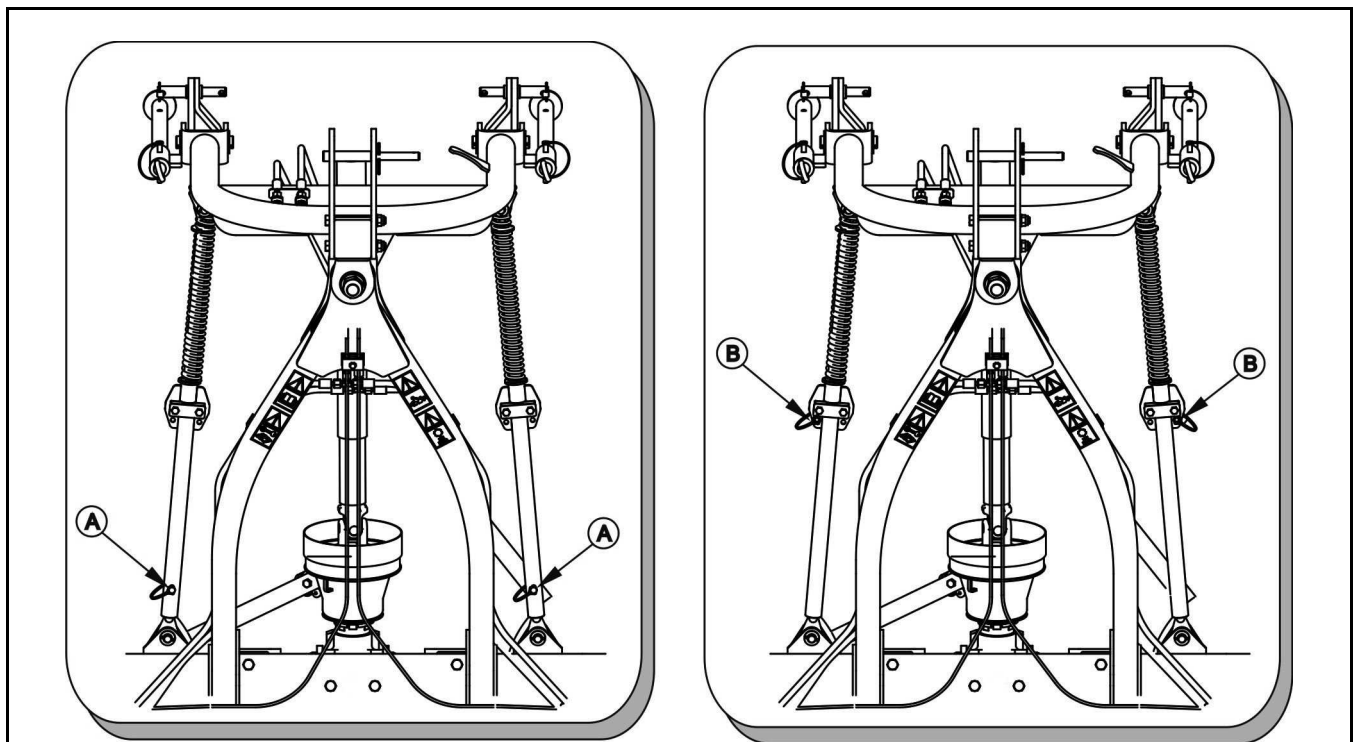

BILD 4.4A Einstellung der Schwingungsdämpfer in die Arbeitslage.
- Den rechten und linken Schwingungsdämpfer des Schwaders entriegeln, wodurch die Verriegelungssplinte herausgezogen werden (BILD 4.4A).